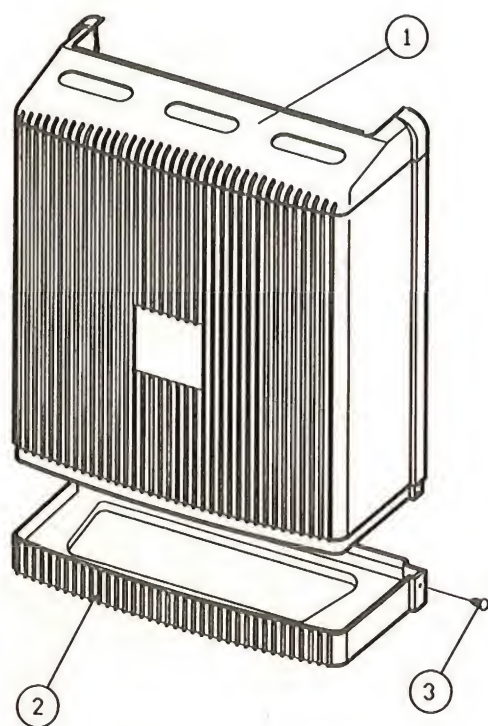

FIG. 12
- **Limpieza de la cubeta de la bomba de condensación FIG. 12**